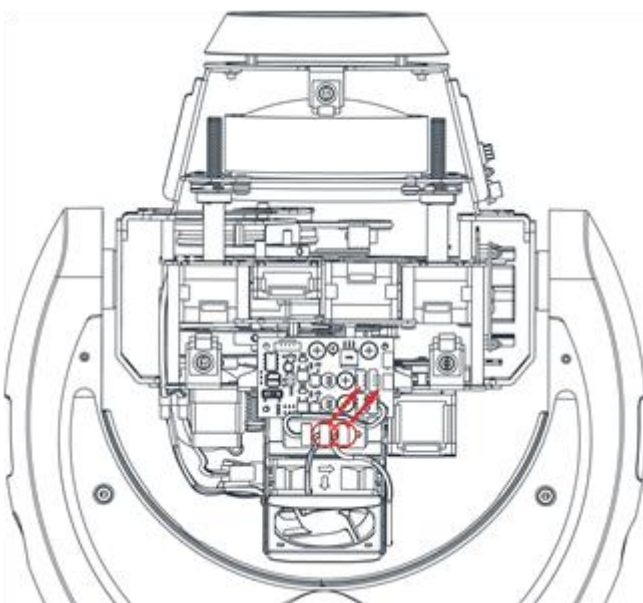

Abb. 3
3. Ziehen Sie die beiden gekennzeichneten Lüfter-Steckverbinder von der benachbarten Platine ab (Abb. 3).